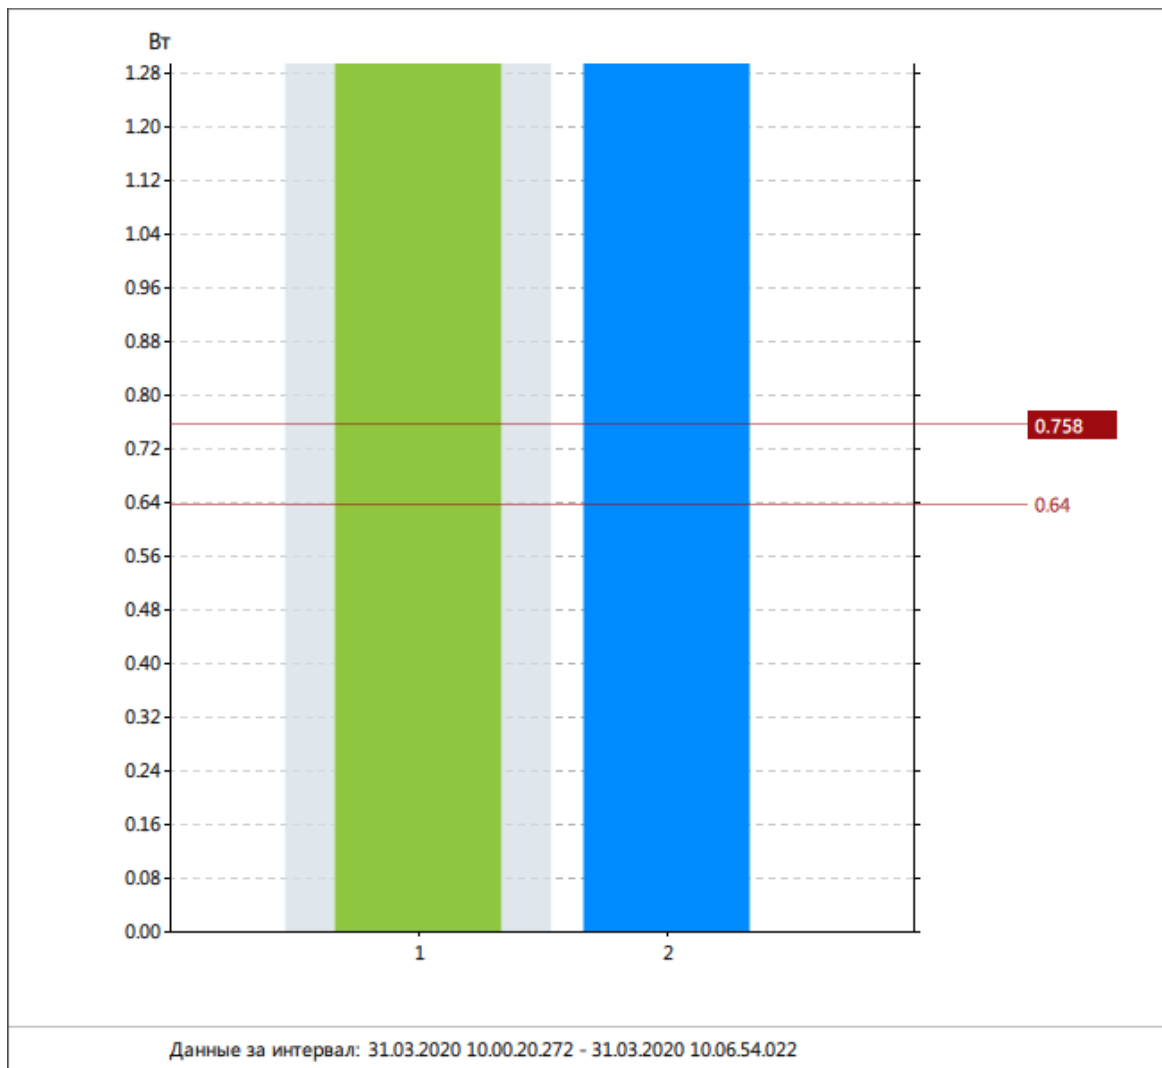

Рисунок 70 - Маркеры
1. **Добавить маркер** – добавляет маркер по значению (горизонтальный) (Рисунок 70).